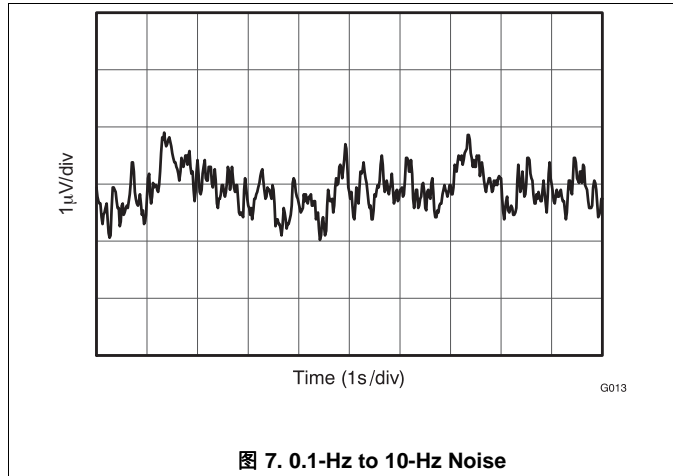

图 7. 0.1-Hz to 10-Hz Noise
0.1-Hz to 10-Hz Noise	<a href="#">图 7</a>